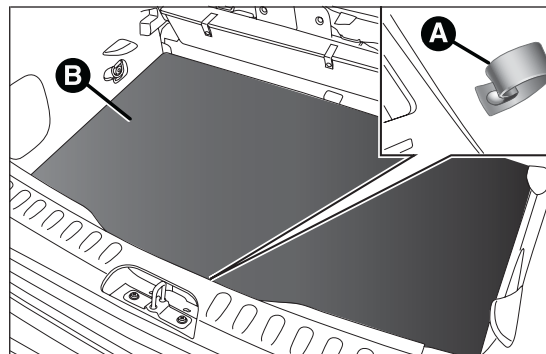

fig. 142
- ☐ aprire il bagagliaio, tirare la linguetta A fig. 142 e sollevare verso l'alto il tappeto di rivestimento B;